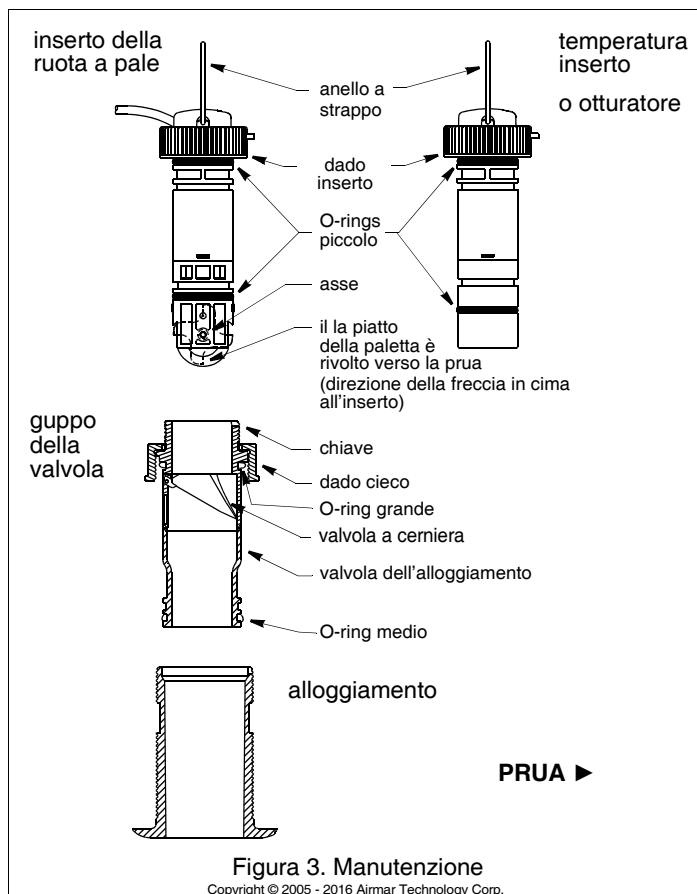

Figura 3. Manutenzione
5. Per realizzare un fissaggio a tenuta stagna, gli O-ring devono essere intatti e perfettamente lubrificati. Dopo l'asciugatura del sigillante, ispezionate gli O-ring sull'inserto (sostituendoli se necessario) e lubrificateli con il lubrificante al silicone fornito (vedi Figura 3).
2. Utilizzando una sega a tazza da 51mm o 2", ritagliate il foro dall'esterno dello scafo attraversando esclusivamente la pelle *esterna* (vedi Figura 3).
1. Collocate il dado dell'INSERTO in cima all'otturatore lungo. Collegate l'anello a strappo all'otturatore, catturando il dado dell'inserto (vedi Figura 3).
5. Fate scorrere l'otturatore *lungo* nell'alloggiamento (vedi Figura 3). Collocatelo in posizione spingendo e ruotando fino a quando la
2. Per realizzare un fissaggio a tenuta stagna, gli O-ring devono essere intatti e perfettamente lubrificati. Sull'otturatore, ispezionate gli O-ring (sostituendoli se necessario) e lubrificateli con un lubrificante al silicone o al petrolio (come la Vaselina®) (vedi Figura 3).
6. Pulite, riparate o sostituite il gruppo della valvola in modo che la valvola a cerniera si muova liberamente e si posizioni contro l'alloggiamento della valvola (vedi Figura 3).
1. Utilizzando il nuovo asse, spingete fuori il vecchio asse per circa 6mm (1/4"). Rimuovete il vecchio asse utilizzando le pinze (vedi Figura 3).